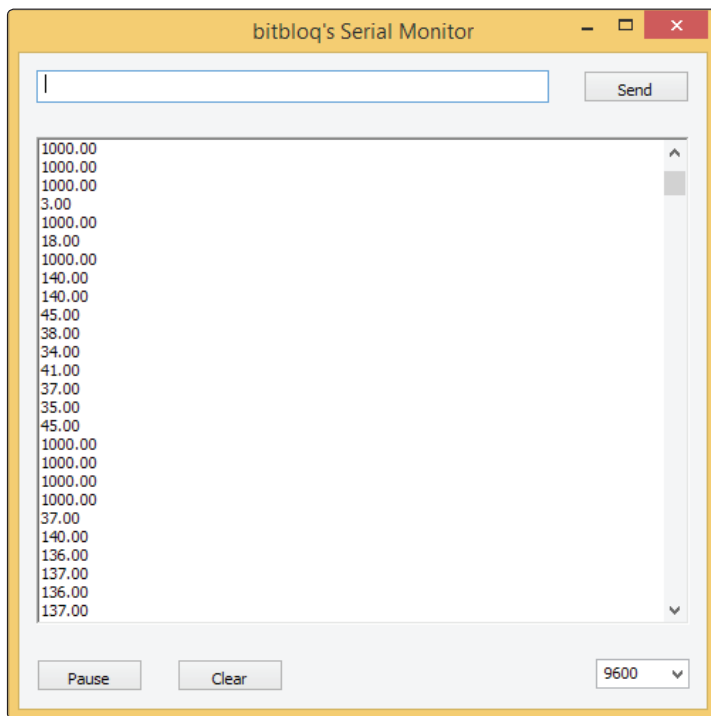

Figura 1.2-74. Valores de distancia mostrados en el monitor serie
3. Se nos abrirá una ventana, como la de la Figura 1.2-74, donde se irán mostrando valores que corresponden a las distancias medidas del sensor (prueba a acercar y alejar un objeto al sensor de ultrasonidos para comprobar que estos valores cambian).